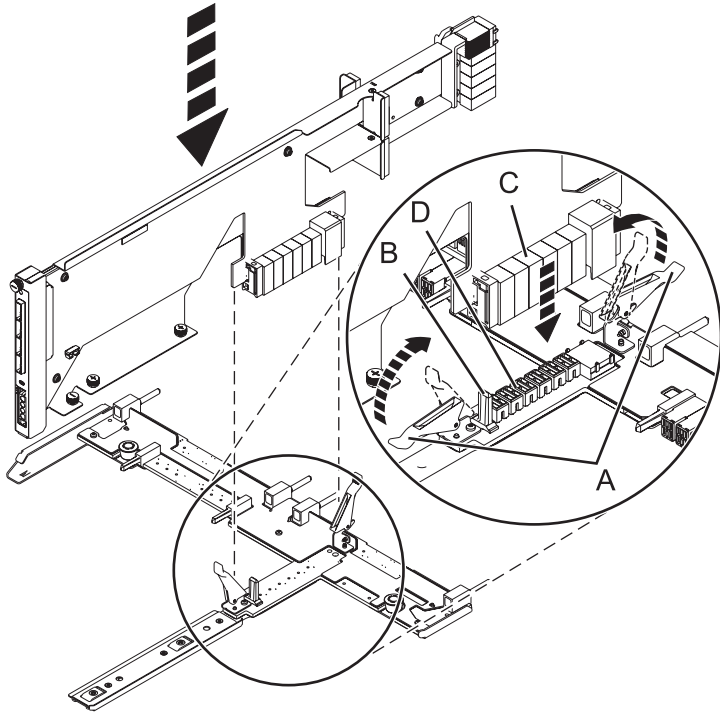

Figure 57. Installation de la carte d'extension SAS dans le fond de panier central
- a. Placez le connecteur de la carte (C) sur le raccord du fond de panier central (D) en vous aidant du guide (B) pour assurer un raccordement adéquat.
- b. Relevez le levier (A) pour insérer et fixer la carte d'extension SAS dans le fond de panier central, comme indiqué dans la figure 57, à la page 77.